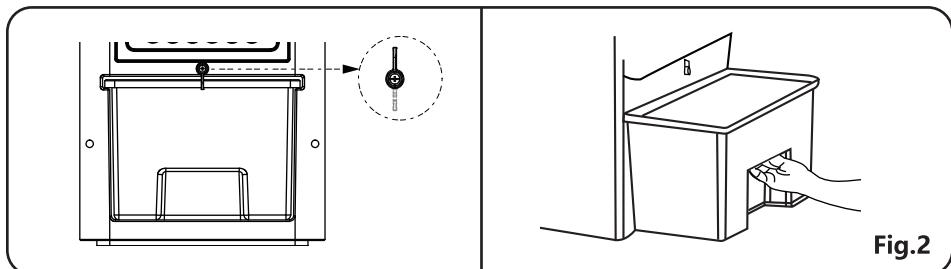

Fig.2
a. Before operating the unit in cool mode, turn the small knob, pull out the water tank and ensure the water tank escape valve is properly affixed. Then, fill the water tank with clean water being sure not to exceed the maximum level indicated.(Fig. 2/Fig. 3/Fig. 4)
a. Antes de utilizar el modo climatización, gire la perilla pequeña, retire el depósito de agua y asegúrese de que la válvula del depósito de agua esté bien ajustada.(Fig. 2/Fig. 3/Fig. 4)